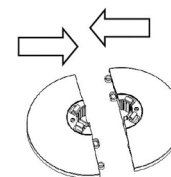

FIGURA 1
1. Assemblare la parte posteriore e anteriore della base nel modo illustrato in FIGURA 1.